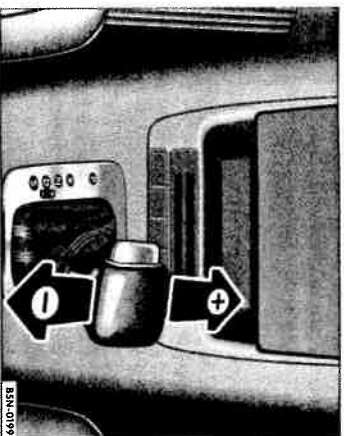

Fig. 6 Imagine din consola centrală: Selectorul de viteze în poziția tiptronic.
- Apăsați maneta selectorului în poziția D spre dreapta în în grila selectorului "tiptronic" ⇒ fig. 6.